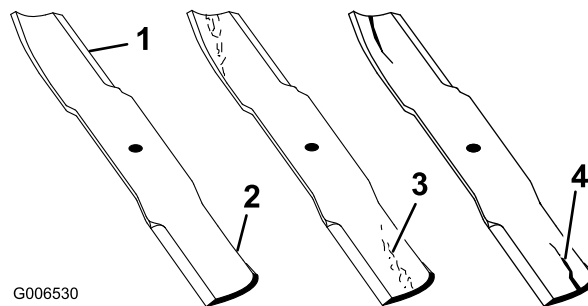

Figure 22
2. Examinez attentivement les tranchants de la lame, particulièrement au point de rencontre des parties plane et relevée (Figure 22). Le sable et les matières abrasives peuvent éroder le métal à cet endroit, c'est pourquoi il est important de contrôler l'état de la lame avant d'utiliser la machine. Remplacez la lame si elle est usée (Figure 22) ; voir Dépose de la lame.
Si la lame est trop usée, une entaille se forme entre la partie relevée et la partie plane (Figure 22). La lame peut alors se briser et un morceau être projeté du dessous de la machine, vous blessant gravement ou une personne à proximité.